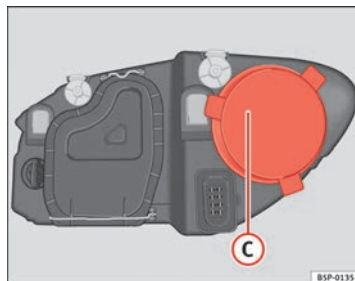

Fig. 185 Luz de carretera
- Retire la tapa ⇒ fig. 185 C tirando de la misma.